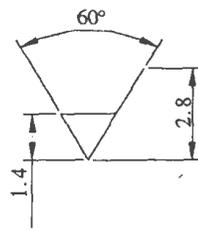
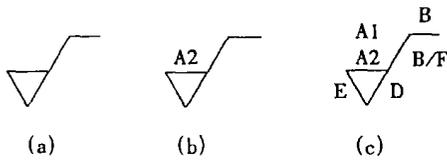
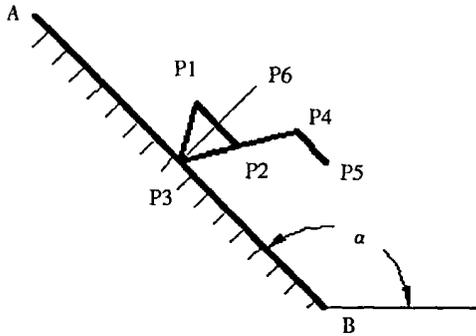

图 1 表面粗糙度符号尺寸
图2 建立表面粗糙度属性块
图3 表面粗糙度符号的标注方法及特点表示
用“line”命令绘制尺寸(单位为 mm)如图 1 所示表面粗糙度符号, 然后用“block”命令把这表面粗糙度符号制成基本图块, 再用“wblock”命令保存该块, 便于其它文件调用该块。在标注时用“insert”插入该块到标注位置。最后用“dtext”或“text”命令注写表面粗糙度值。制作基本图块的优点是在插入时
1) 用“line”命令绘制尺寸如图 1 的表面粗糙度符号如图 2(a)。
插入点为图3中 P_1P_2 、连线的中点. 同样方法设置表面粗糙度 A_1 , 加工余量 E , 加工纹理方向 D 、加工要求 B 、取样长度或波纹度 C 及粗糙度间距或轮廓支承长度率 F . 设置完后界面显示如图2(c)所示图形.
(1) 比例的确定. 前面在设计图块时将字高设为1, 等边三角形的高设为1.4, 因此插入图块的比例系数就可取为所用字体的号数.
(2) 插入点的确定. 前面在定义粗糙度图块时已将图块的插入点定义在粗糙度符号的尖端, 这样当插入图块时可通过设置目标捕捉方式为NEArest来捕捉直线、圆或圆弧上的一点作为插入点, 就能保证粗糙度符号的尖端位于材料表面上.
(3) 旋转角度的确定. 粗糙度符号的尖端总是指向所标注的表面, 且与表面垂直. 图3表示与水平方向(x轴)成 α 角的平面上表面粗糙度符号(图中未注值)的标注方法及几个特殊点的表示. 其中 P_1 、 P_2 、 P_3 、 P_4 、 P_5 分别表示粗糙度符号的各个端点, AB 表示需标注的平面. P_3P_6 连线为 P_1P_2 、连线的中垂线且垂直于表示平面的直线 AB . 因此对于角度不明的斜面上标注粗糙度时, 通过在表示平面的直线上捕捉一点插入符号后, 把符号绕尖端旋转, 使符号